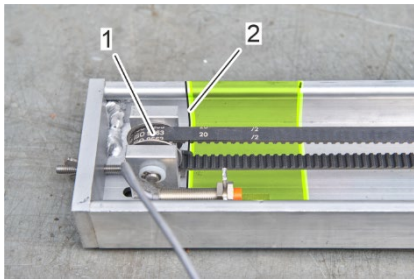

Figura 30: Posición de la polea de inversión
7. Transfiera la posición (Figura 30/2) de la polea de inversión (Figura 30/1) a la parte trasera del riel de limpieza (Figura 29/1), que está en contacto con el travesaño de la carcasa.